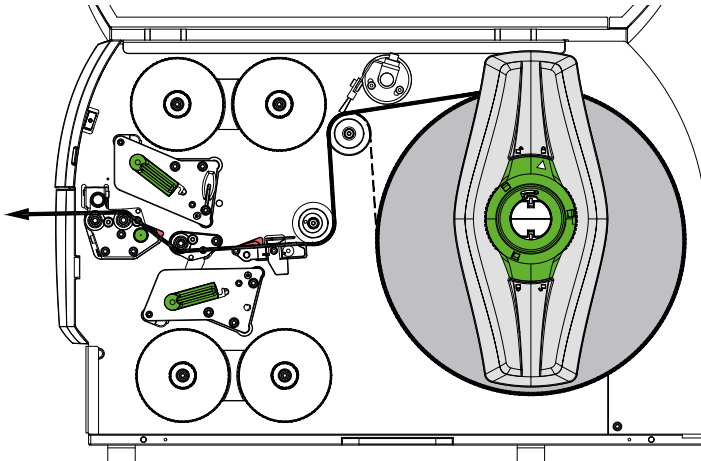
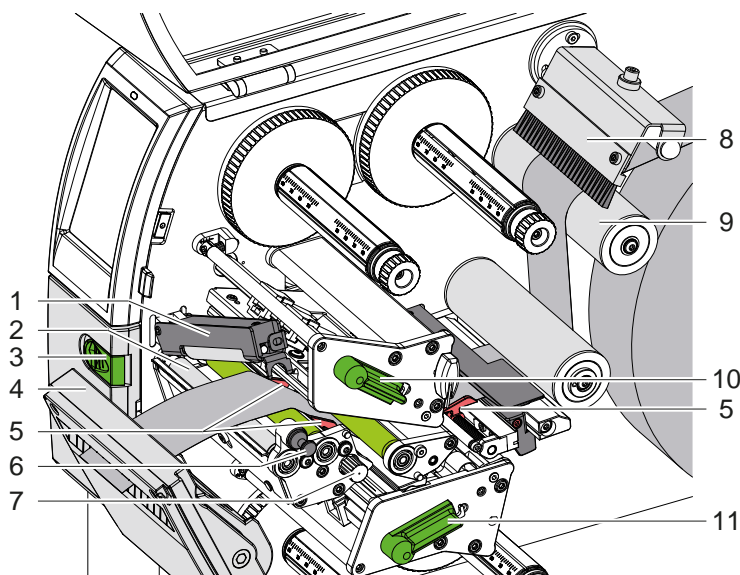

Bild 12 Materiallauf
Bild 13 Material in Druckmechanik einlegen
1. Materialstreifen von der Rolle abwickeln und gemäß Bild 12 zur Druckmechanik führen.
2. Rastbolzen (6) ziehen. Das Andrucksystem (1) schwenkt nach oben.
3. Hebel (10) gegen den Uhrzeigersinn und Hebel (11) im Uhrzeigersinn drehen, um beide Druckköpfe anzuheben.
4. Bürste (8) von der Umlenkrolle (9) abschwenken.
5. Führungen (5) durch Drehen des Knopfes (7) so weit auseinander fahren, dass das Material dazwischen passt.
6. Material wie in Bild 13 durch beide Druckeinheiten bis zur Zugwalze (2) führen und zwischen den Führungen (5) platzieren.
7. * Geräte mit Messer: Knopf (3) zur Seite schieben und die Messerbaugruppe (4) vom Drucker abschwenken, Material zwischen den Klingen des Messers hindurch schieben und Messer anschwenken.
8. Führungen durch Drehen des Knopfes (7) dicht an die Materialkanten heranfahren.
10. Rastbolzen (6) ziehen. Andrucksystem (1) nach unten drücken und mit Rastbolzen verriegeln.
13. Bürste (8) an die Umlenkrolle (9) anschwenken.